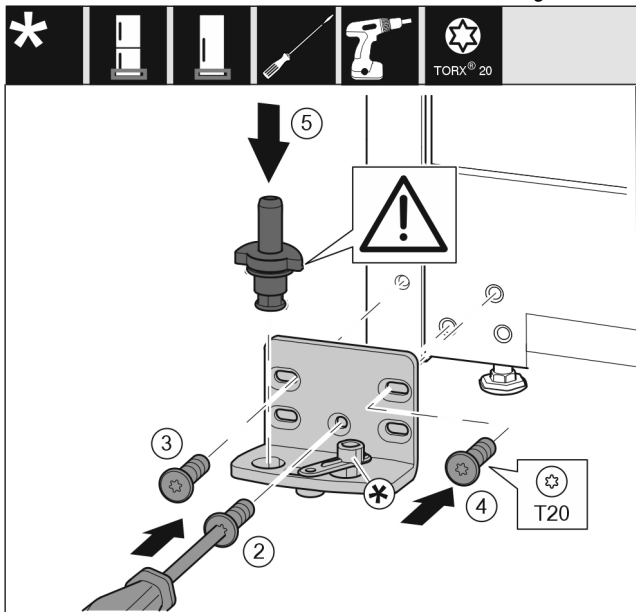

Fig. 16
- 将托架安装到另一侧，并借助 T20 螺丝刀旋紧。用螺钉 2 从底部的中心开始。 Fig. 16 (2)
- 拧紧螺钉 3 和 4。 Fig. 16 (3,4)
- 将轴承螺栓完全装入。同时注意止动凸轮需指向后方。 Fig. 16 (5)